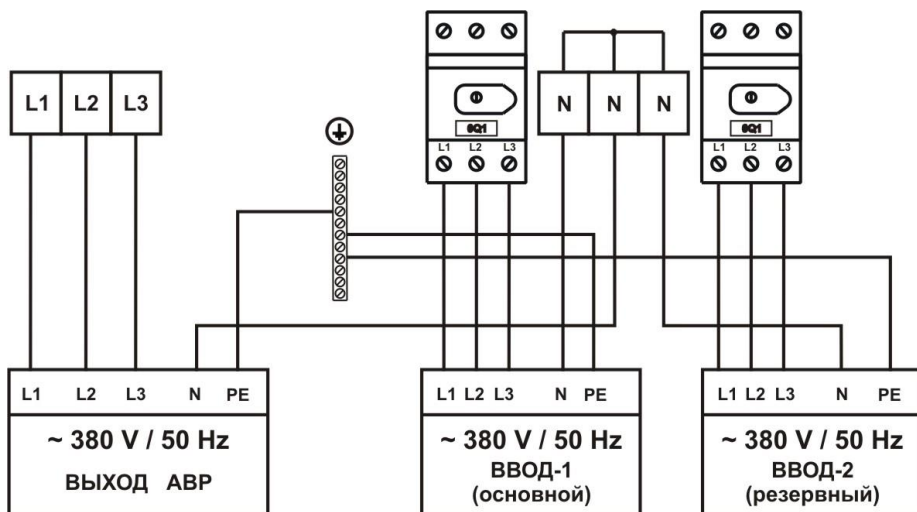

Рис.3 Подключения силовых цепей
- **Подключение двух вводов питающей трехфазной электросети ~380 В, 50 Гц к прибору необходимо осуществлять при помощи соответствующего кабеля и контактов вводных сетевых рубильников, клемм нейтральных шин и шины заземления (рис.3) - L1, L2, L3, N, PE - при подключении обязательно соблюдать чередование фаз! При обнаружении неисправности ввода питания (неправильное чередование фаз, пропадание одной из фаз, перекося фаз, повышенное или пониженное напряжение) соответствующий индикатор на лицевой панели не загорается.**
- **Подключение внешнего потребителя** осуществляется в соответствии со значением номинального тока подключаемого потребителя. Для этого необходимо установить сечение токопроводящих жил кабеля “прибор – внешний потребитель”, например, по Таблице 1, и соответствующим кабелем подключить внешний потребитель к соответствующим клеммам **L1, L2, L3, N, PE** разъема **Выход АВР** (рис.3). Максимальный ток нагрузки Выхода АВР указан в технических характеристиках на прибор.